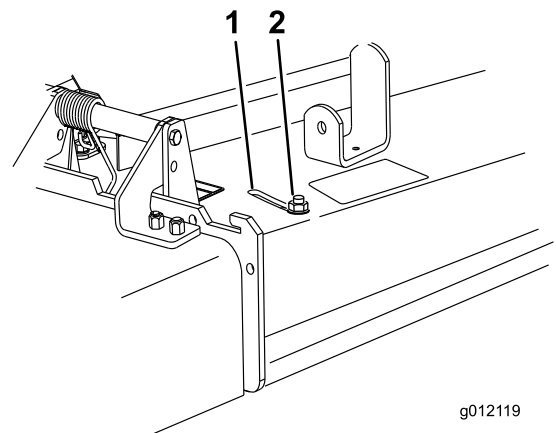

Figure 31
- Pour régler le déflecteur, desserrez l'écrou (Figure 31).